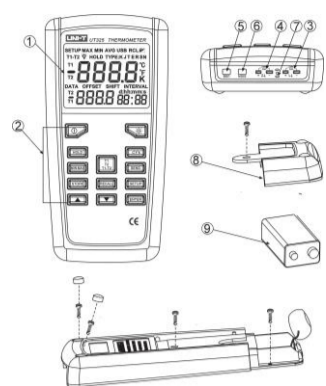

Рисунок 1. Компоненты
- Рисунок 1 и Таблица 3 для компонентов;